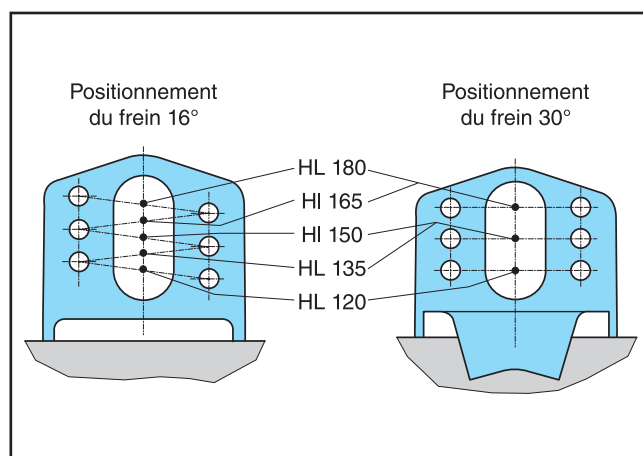

Fig. 2
2. Ajuster le levier de frein en position initiale. Monter le cylindre de frein sur le support en tenant compte de la longueur du levier de frein à accoupler. Positionner les boulons de fixation dans les alésages correspondants (voir fig. 2).